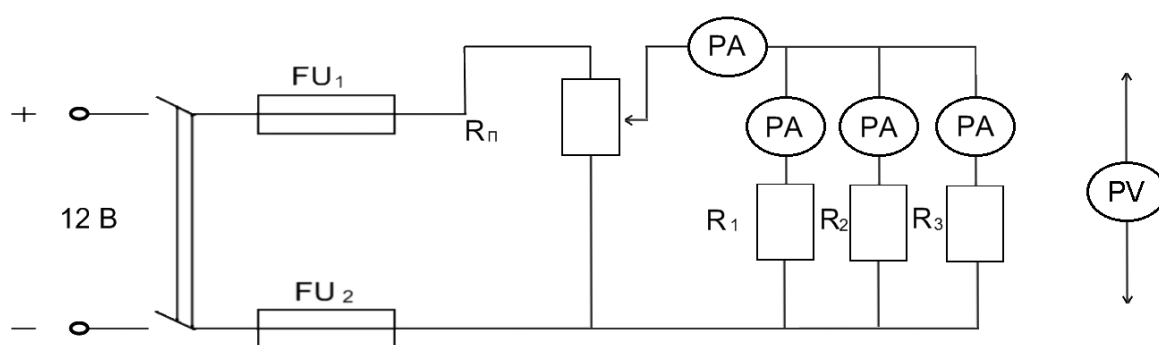

Рис. 5. Схема параллельного соединения резисторов
9. В исходной цепи (см. рис. 5.) произвести короткое замыкание резистора R_2
11. Собрать электрическую цепь согласно предложенной схеме (рис. 5).
18. В исходной цепи (рис. 5) установить сопротивления всех резисторов равными R_3 .
20. В исходной цепи (рис. 5) отключить резистор R_3 .